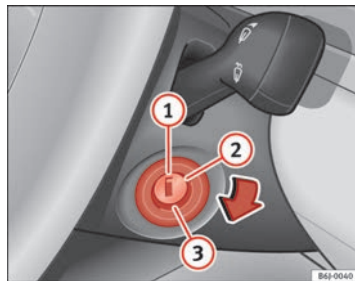

Fig. 98 Posiciones de la llave de contacto
En esta posición ⇒ **fig. 98** el encendido y el motor están desconectados pudiéndose bloquear la dirección.
- Gire la llave de contacto hasta la posición ⇒ fig. 98 ②. El testigo  se encenderá en caso de precalentamiento del motor.
- En cuanto se apague el testigo, gire la llave de encendido a la posición ③ para poner en marcha el motor y no pise el acelerador.
- Gire la llave de contacto a la posición ⇒ fig. 98 ①.